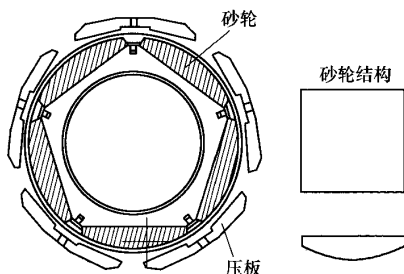

图 2
(2) 磨床轴头改进方案 针对以上分析我们将机床原有的主轴转盘进行了重新设计制造, 新的结构如图2所示。将安装砂轮部位改为弧形结构, 将机床原有的块状砂轮改造成为瓦片状砂轮装夹结构, 采用了邯郸砂轮厂的弧形瓦片砂轮, 规格为CF2 287×64×155WA46F12V35, 考虑到负荷问题, 一个转盘上我们设计安装了同样